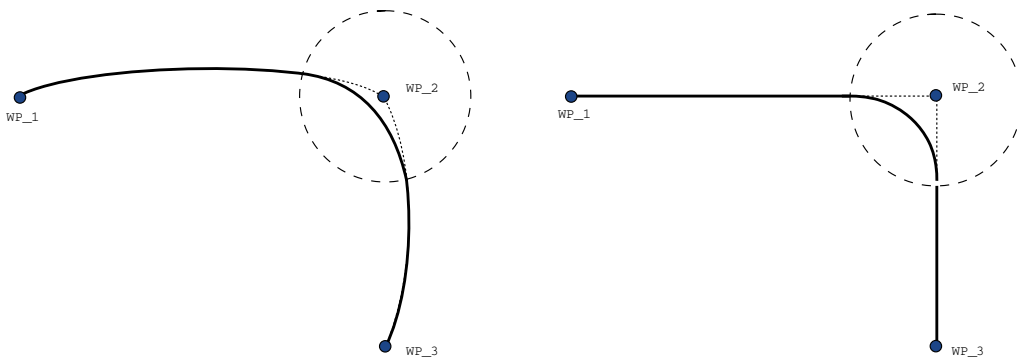

Figura 15.6: Movimento e união do espaço de articulação (MoveJ) versus o espaço cartesiano (MoveL).
- **Unições envolvendo MoveJ** Unições com MoveJ causam uma curva suave no espaço articular. Isto vale para uniões de MoveJ para MoveJ, MoveJ para MoveL e MoveL para MoveJ. A união produz uma trajetória mais suave e mais rápida do que os movimentos sem uma união (ver figura 15.6). Se a velocidade e a aceleração são usadas para especificar o perfil de velocidade, a união permanece dentro do raio de união durante a união. Se usar tempo em vez de velocidade e aceleração para especificar o perfil de velocidade de ambos